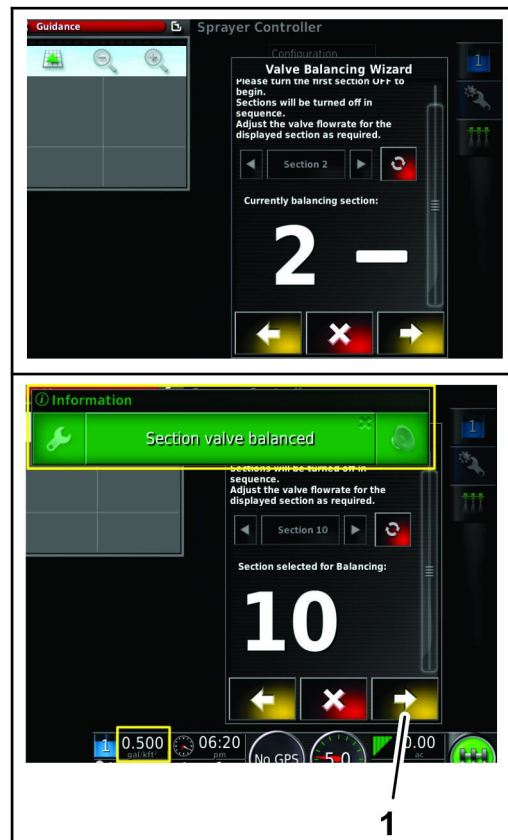

Рисунок 149
8. Повторите пункты с 6 по 7 для клапанов секций с 2 по 10 (Рисунок 149).
9. Когда все клапаны секций будут сбалансированы, нажмите на стрелку «далее» (Рисунок 149).